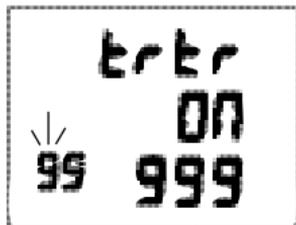

Abb. 37B - EINSTELLEN
- > Wenn ON ausgewählt ist, blinkt das erste (linke) Zeichen des Codes (Abb. 37B).